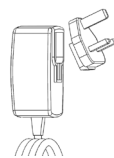

Figura 3 - Alimentatore
- Caricabatterie - fornito con una serie di adattatori per l'uso in diversi Paesi (Figura 3)